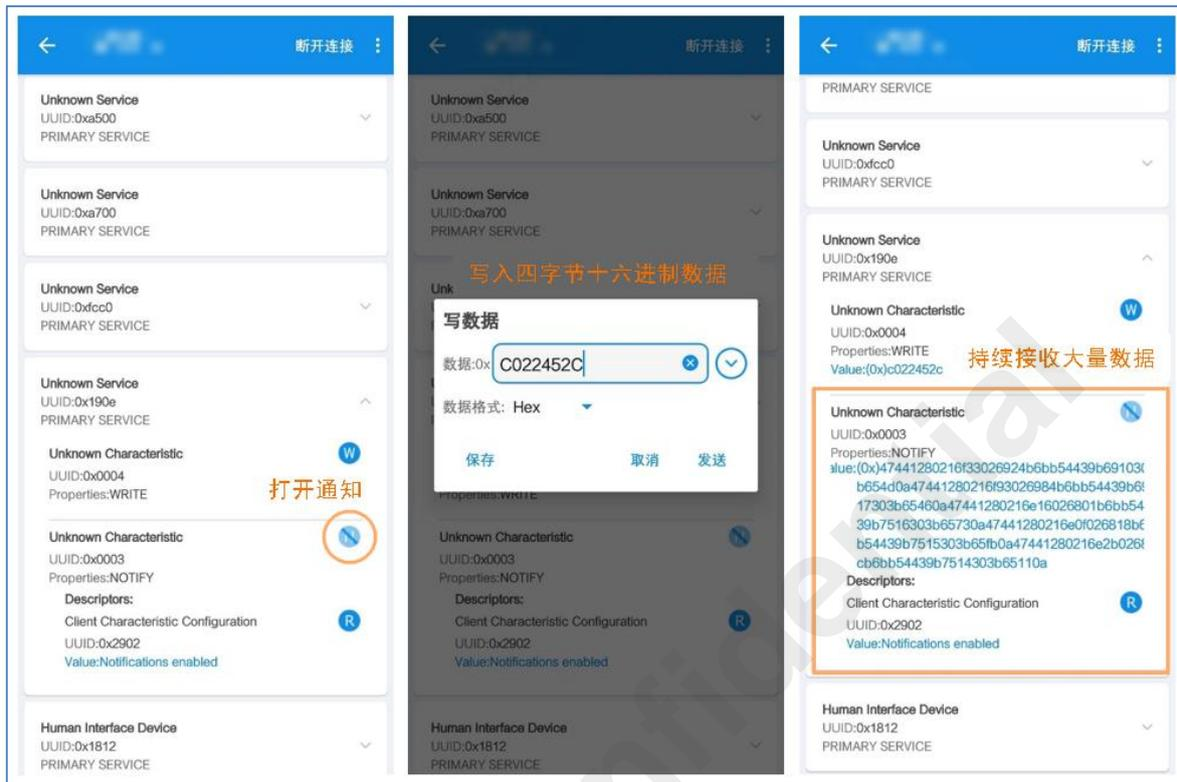

图 2-19 蓝牙透传功能验证 App 界面
2. 当 GRTtoolbox 成功发现服务后，进入服务列表页面。找到 GHealth App 服务，然后打开发送特征的通知功能，如图 2-19 的图 1 所示。
3. 使用接收特征写入四字节的十六进制数据“0xC022452C”，并发送给主控设备，如图 2-19 的图 2 所示。随后，主控设备的绿灯将被点亮并闪烁。
4. 使用发送特征接收数据，先接收到上一步发送的数据“0xC022452C”，随后持续接收数据，如图 2-19 的图 3 所示，即表示蓝牙透传功能已正常工作。